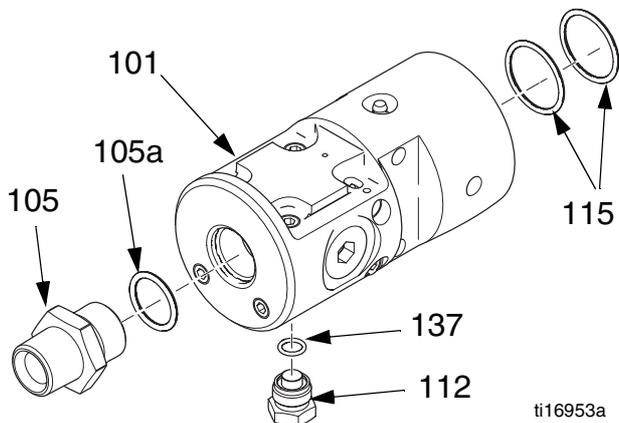

FIG. 7
8. Instale el anillo de retención (119) en la tapa de aire (104). Apriete la tapa de aire en el alojamiento de aire (102). Apriete a 41 N•m (30 pies-lb).
9. Instale dos juntas tóricas nuevas (115) dentro del alojamiento de fluido. Aplique con grasa. Vea la FIG. 7.
10. Instale la junta tórica nueva (137) y vuelva a instalar el tapón (112).
11. Instale la junta tórica nueva (105a) y vuelva a instalar el accesorio de salida (105). Apriete a 41 N•m (30 pies-lb).